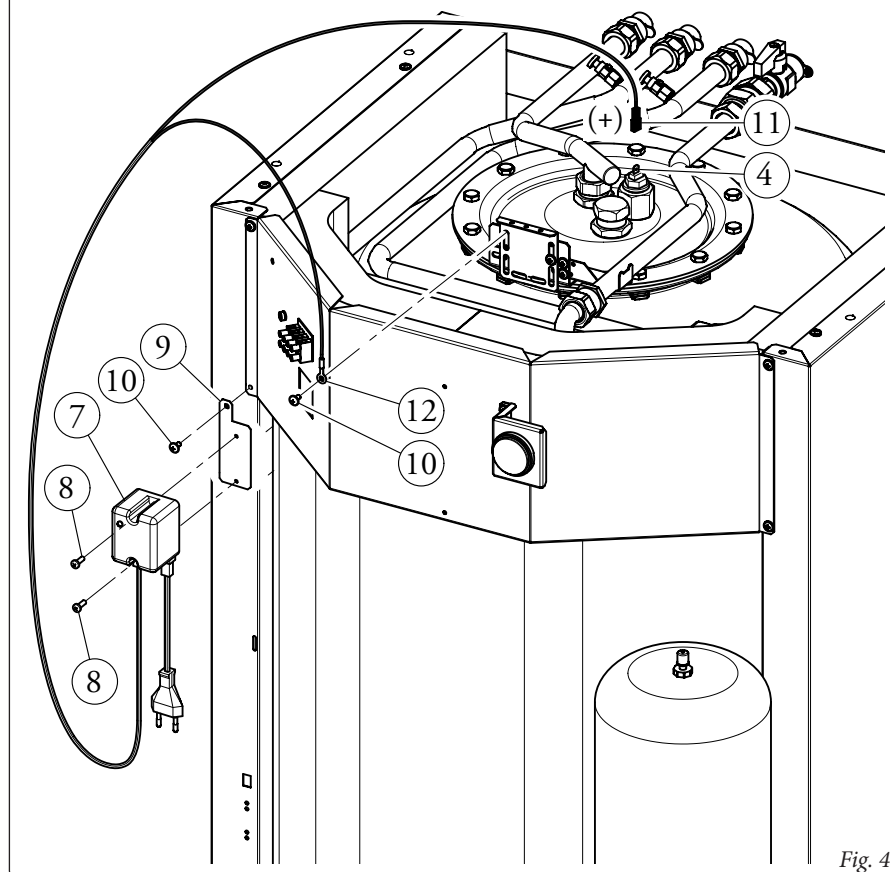

Fig. 4
- Montare la centralina (7) con le viti (8) sulla piastrina di fissaggio (9) (Fig. 4).
- Montare la piastrina (9) sul bollitore utilizzando la vite (10).
- Effettuare il collegamento di messa a terra con cavo nero (12) sul bollitore utilizzando la vite (10).
- Collegare il connettore cavo rosso (11) al faston presente sull'anodo (4).
N.B.: Per migliorare il collegamento con l'anodo e ridurre l'ingombro è possibile sostituire il connettore (11) con quello a bandiera fornito in dotazione con relativa protezione.